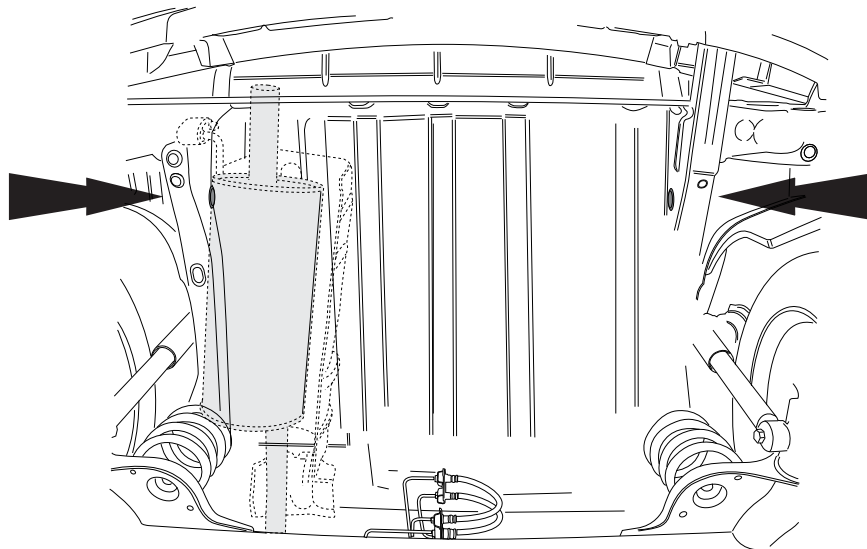

Fig. 4
7. Verwijder de afdichting zoals aangegeven. Zie fig. 4.
7. Remove the seal as indicated. See fig.4.
7. Die Abdichtung wie angegeben entfernen. Siehe Abb.4.